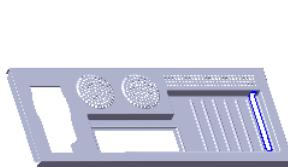
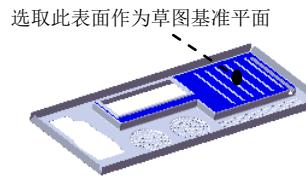

图 17.7.78 创建切除—拉伸 3
图 17.7.79 定义草图平面
Step17. 创建图 17.7.78 所示的切除—拉伸 3。选择下拉菜单 **插入(I)** → **切除(C)** → **拉伸(E)...** 命令; 选取图 17.7.79 所示的表面作为草图平面, 在草图环境中绘制图